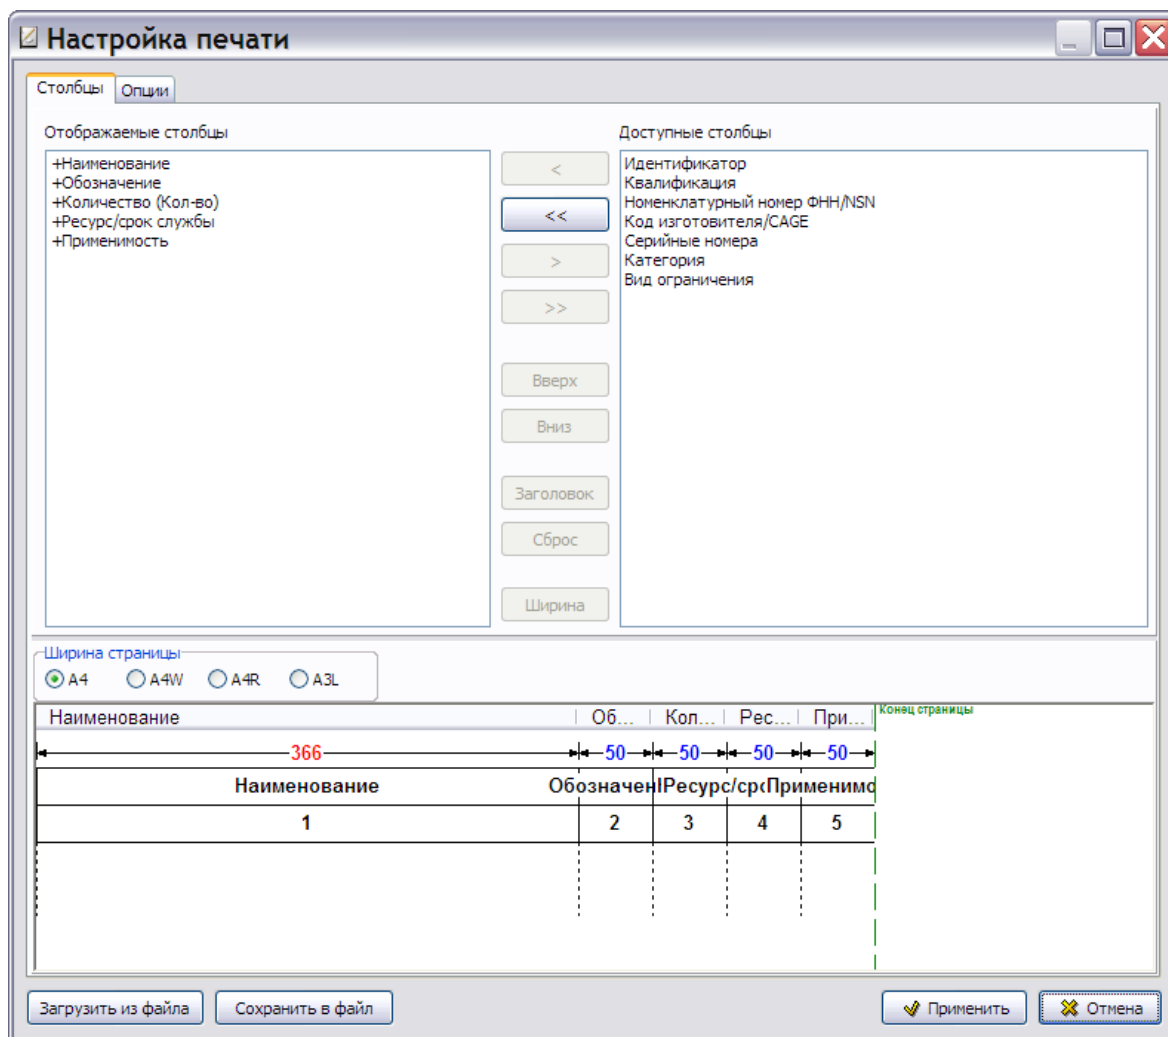

Рис. 3.46
- Нажмите на кнопку **Применить**. После этого откроется окно **Настройка печати** (Рис. 3.46).